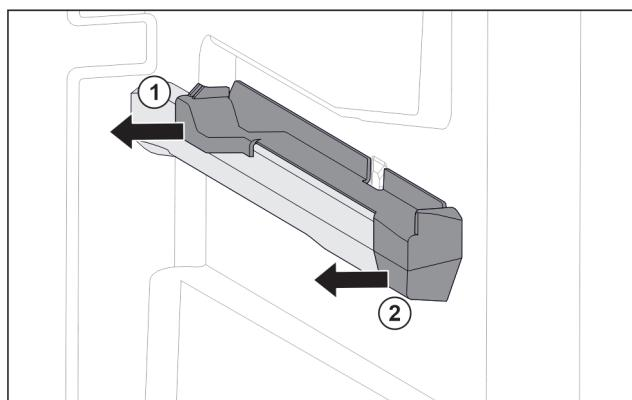

Fig. 79 Вставная часть на правом контейнерном ребре
- ▶ Отдвиньте вставную часть сзади в сторону. Fig. 79 (1)
- ▶ Отдвиньте вставную часть спереди в сторону. Fig. 79 (2)